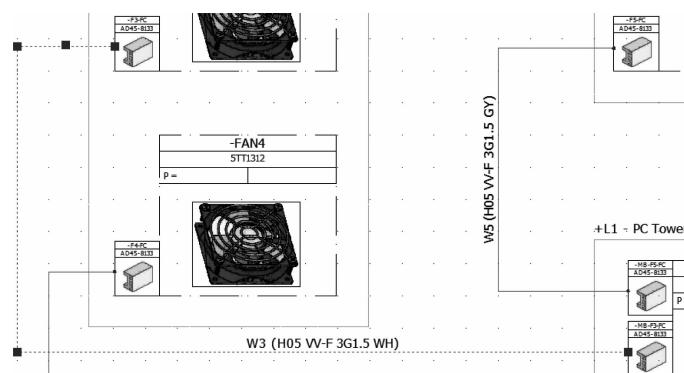

图 1-9 显示和隐藏电缆文本
**步骤10 显示和隐藏电缆文本** 右击电缆，显示电缆信息，单击【显示/隐藏电缆文本】隐藏文本。右击连接到-MB-F1/2-FC 的电缆，显示文本，如图 1-9 所示。